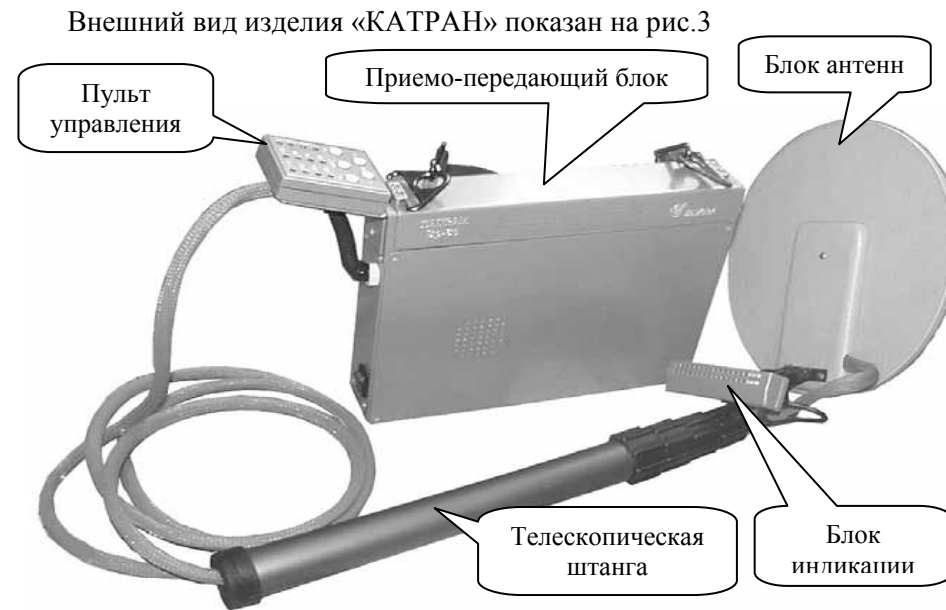

Рис.3
8.4. Для замены аккумуляторной батареи необходимо сдвинуть крышку по направлению стрелки (см. рис. 3), и выдвинуть аккумуляторную батарею за петельку из тесьмы.